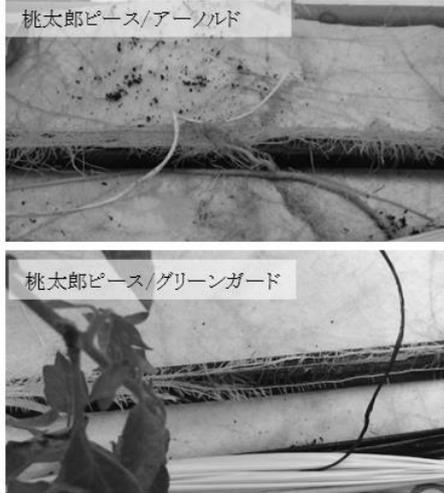
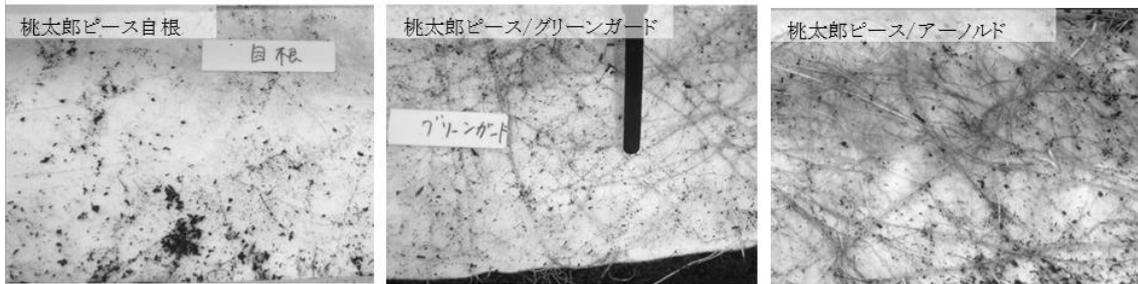

図1 点滴チューブに侵入する台木の根
図2 培地上面の給水シー上面に張り出した根の様子(左から自根(桃太郎ピース), 台木グリーンガード, 台木アーノルド)
1. 10月中旬頃より、区により生育のばらつきが表れ、11月に入ると顕著になった。栽培槽のマルチをめくると、根が給肥用のチューブに沿って広がり、チューブ内にも侵入していた（図1）。チューブ直下の給水シート上にも根が張っていたが、その程度は自根区と台木区で異なった（図2）。自根区では目立たなかったが、「グリーンガード、アーノルド」の接ぎ木区では太い根が張り出していた。視覚的には「アーノルド」で顕著であった。一方、給水用チューブには接ぎ木の有無に関わらず侵入していなかった。